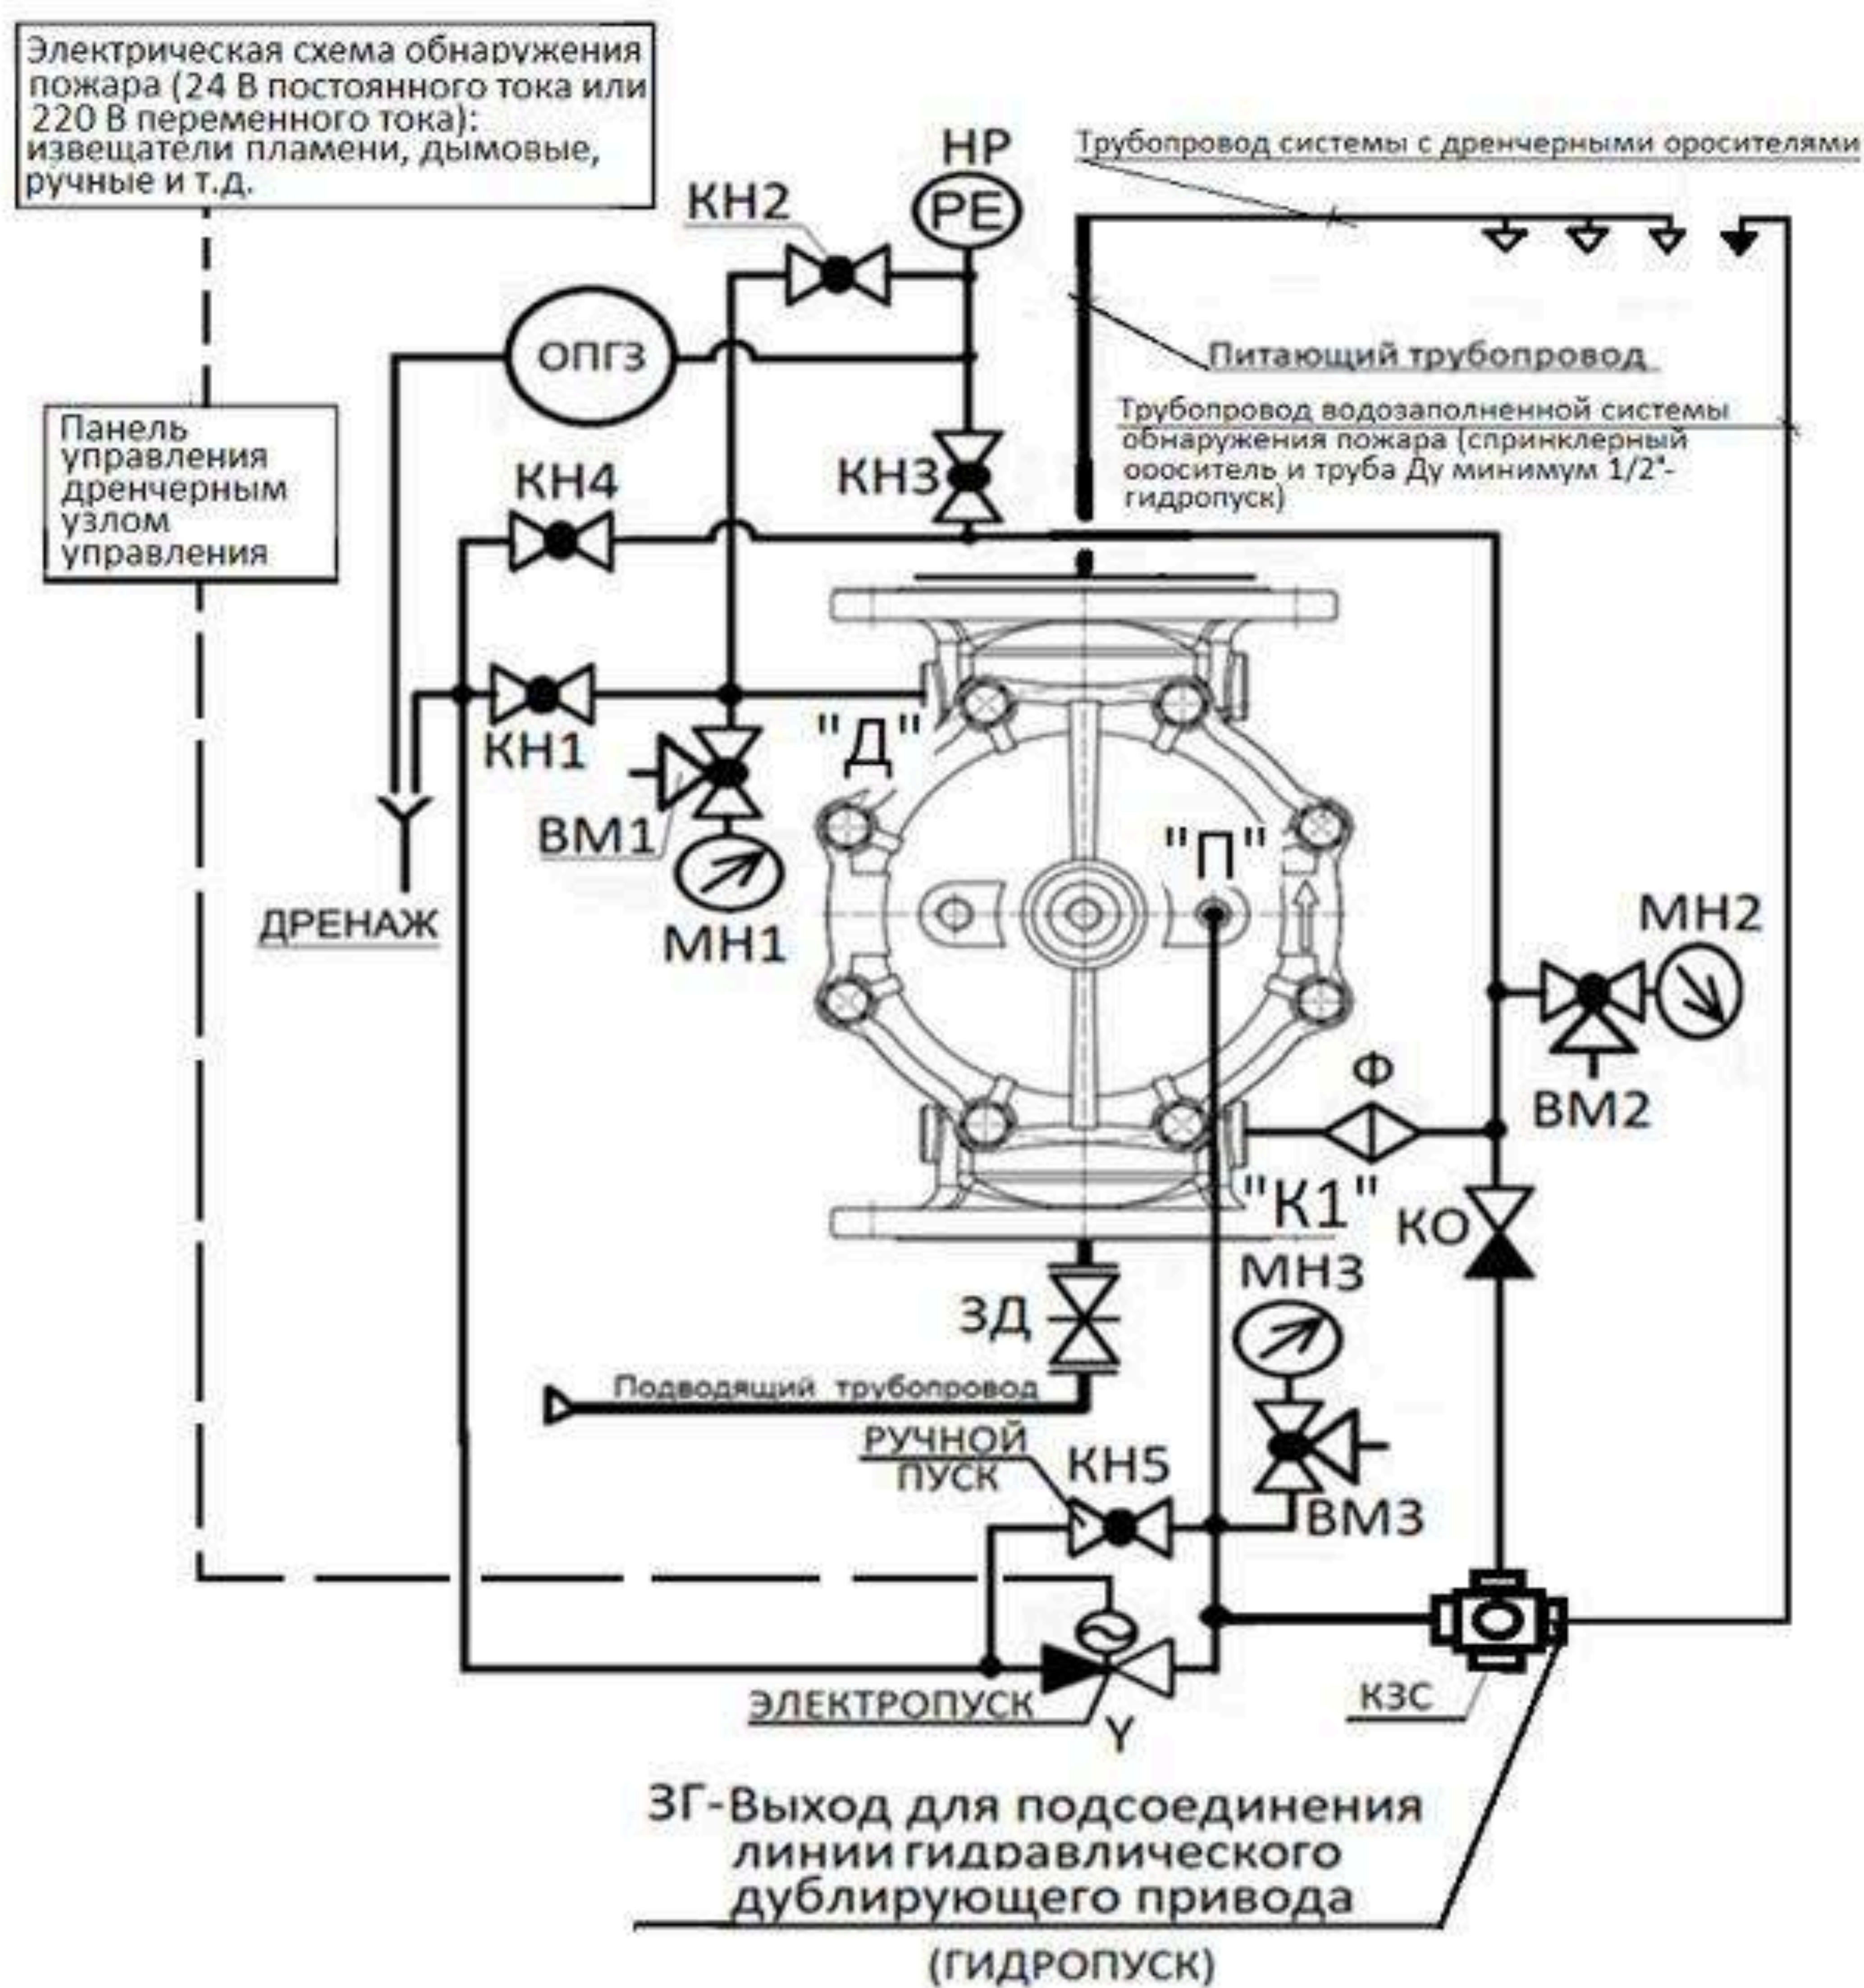

Рисунок 3. Схема гидравлическая принципиальная УУ с ручным, электрическим и гидравлическим пуском.
- провести проверку работы кранов КН1, КН2, КН3, КН4, КН5 и клапана электромагнитного У (рисунок 3) на герметичность прокладок и уплотнений, при необходимости, заменить;
- провести проверку работы клапана обратного КО (рисунок 3), на герметичность, при необходимости уплотнение заменить;
- провести разборку фильтра Ф (рисунок 3), почистить сетку, собрать фильтр;
- провести проверку работы клапана электромагнитного У (рисунок 3);